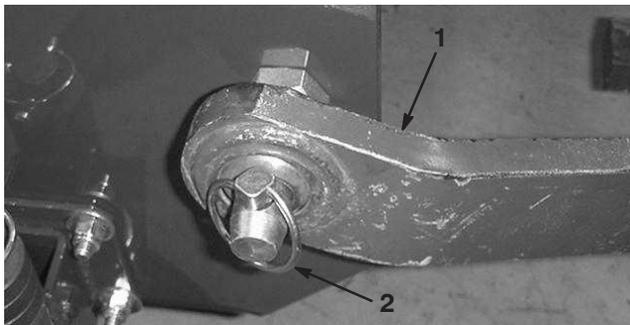

Bild 2
- Stecken Sie den rechten und linken unteren Gestängearm auf die Anbaustifte (Bild 2).
- Befestigen Sie die unteren Gelenkarme mit Klappsteckern an den Anbaustiften (Bild 2).